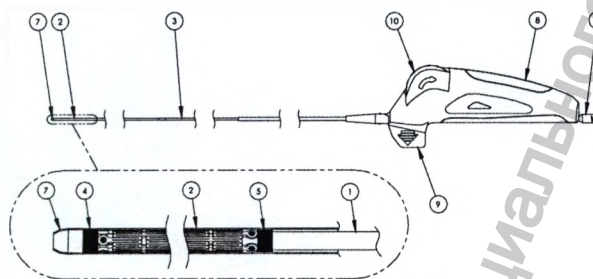

Figura 1: Sistema de aplicación EverFlex Entrust™
El sistema de aplicación Entrust se muestra en la Figura 1. Tiene un diseño de eje triaxial compuesto de un eje interno (1), una vaina externa retraíble (2) y una vaina asistida (3) para facilitar la utilización durante el despliegue. La manilla de despliegue ergonómica (8) tiene un cierre de seguridad de quinta y pon (9), una rueda de despliegue (10) y un cubo luer (6).